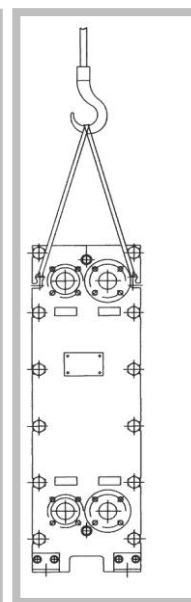

Figura 24
4. Desça o PCP cuidadosamente sobre os pés do aparelho (figura 24).